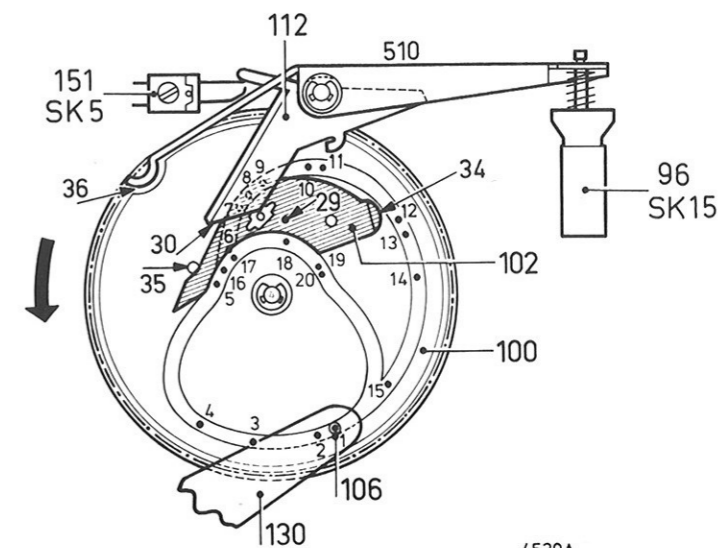
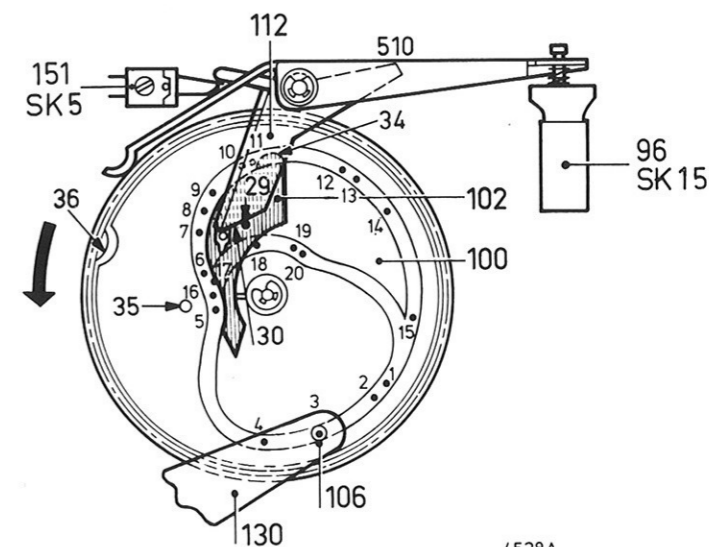
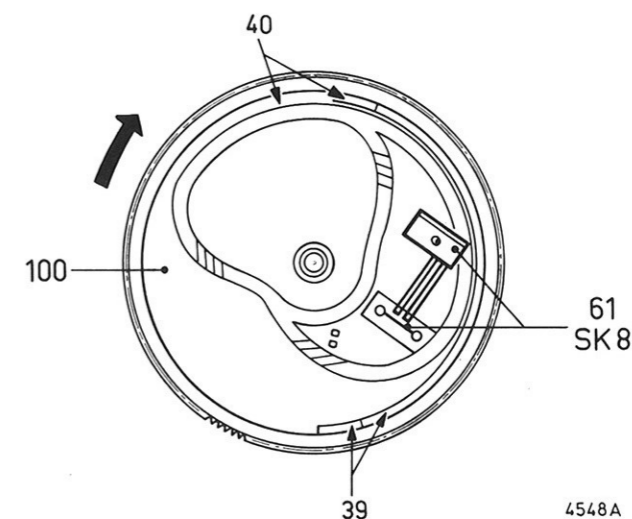

Fig. 1
Fig. 2
Fig. 3
Omdat relais L1 (86) even bekrachtigd werd, kwamen de beugels 97 en 112 vrij. Beugel 112 neemt een zodanige stand aan, dat zijde 30 van beugel 112 tijdens het draaien van kommandoschijf 100 tegen as 29 van stuurplaat 102 zal komen en deze zal omklappen. Fig. 1 toont de uitgangssituatie van de kommandoschijf 100 met stuurplaat 102, waarbij SK5 (151) open is, beugel 510 in zijn uitgangssituatie staat en pen 106 van kommandobeugel 130 eveneens. Fig. 2 toont de situatie na bekrachtiging van relais L1 (86) waarbij SK5 (151) gesloten is, stuurplaat 102 reeds is omgeklapt, beugel 510 een bepaalde stand heeft aangenomen en pen 106 van kommandobeugel 130 reeds in stand 3 van de baan in de kommandoschijf staat. Hieronder volgt een opsomming van de kommando's, die de kommandoschijf tijdens de opzetcyclus zal geven. In de opzetbaan van de kommandoschijf zijn de standen 1-15 aangegeven, die pen 106 voor de opzetcyclus gaat volgen. Fig. 3 toont de situatie van de onderzijde van de kommandoschijf.
1. Pen 106 van kommandobeugel 130 staat in zijn uitgangssituatie (fig. 1)
2. Beugel 510 komt uit inkeping 36 van kommandoschijf 100. Deze beugel 510 bediend SK15 (96), zodat deze gesloten wordt (fig. 1, 2 en 4)
3. Stuurplaat 102 wordt omgeklapt door zijde 30 van beugel 112 (fig. 1, 2 en 4).
5. Aanslagbeugel 53 gaat omhoog door as 33 van aanslagbeugel 53, welke over verhoging 39 van onderzijde kommandoschijf 100 loopt (fig. 2, 3 en 4). P.U. arm 165 in uiterste buitenste stand
12. Aanslagbeugel 53 gaat weer omlaag via een verlaging 40 op onderzijde kommandoschijf 100 (fig. 3, 4).
SK5 (151) gaat weer open (fig. 2)
2. Beugel 510 komt uit inkeping 36 van de kommandoschijf 100. Deze beugel 510 bediend SK15 (96), zodat deze gesloten wordt (fig. 2). Voor doel SK15 (96) zie punt 2 van start opzetcyclus.